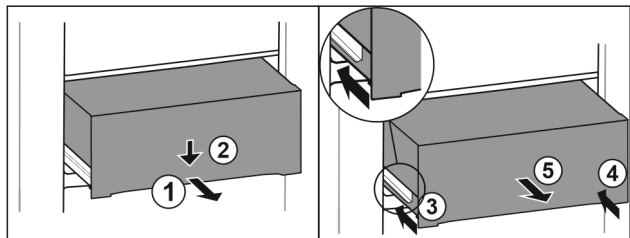

Fig. 81
► Vytiahnite zásuvku do polovice. Fig. 81 (1)
► Zatláčte zásuvku na prednej strane smerom nadol. Fig. 81 (2)
► Zasuňte ľavú koľajničku o cca 2 cm. Fig. 81 (3)
► Zasuňte pravú koľajničku o cca 2 cm. Fig. 81 (4)
► Odoberte zásuvku dopredu. Fig. 81 (5)